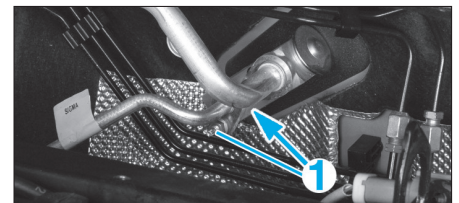

Fig. 13
- Déposer les vis (1) puis écarter les tuyaux (Fig.13).